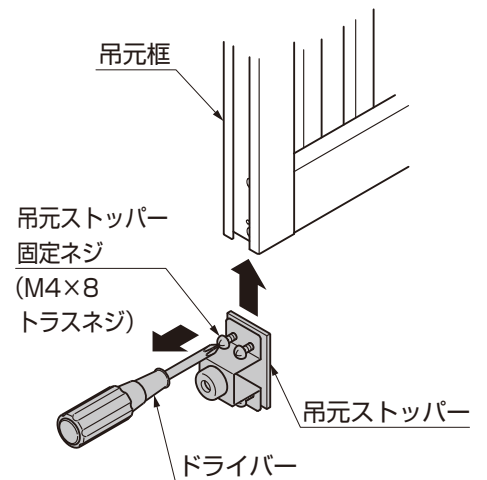

図2-10
- ①「吊元ストッパー固定ネジ」をゆるめて、ヒンジ上を吊元側へ挿入してください。(図2-10参照)